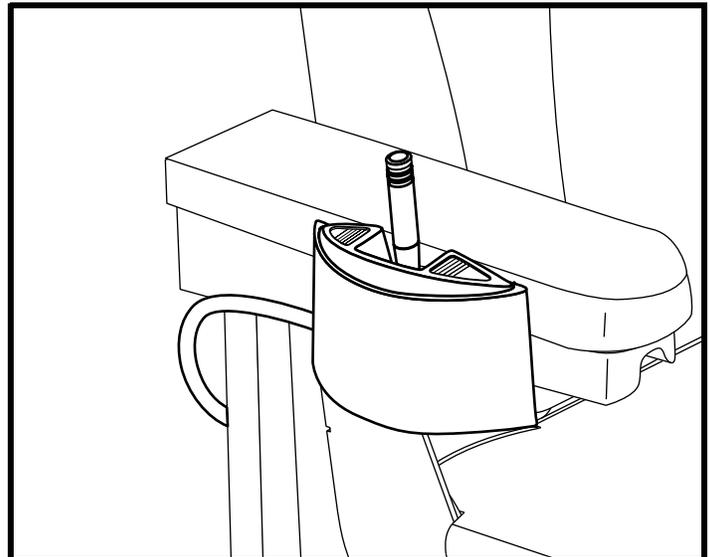

Figure 23. Bouton du siège électrique
1. Pesez sur l'avant du commutateur pour faire monter le siège. **Voir la figure 23.**